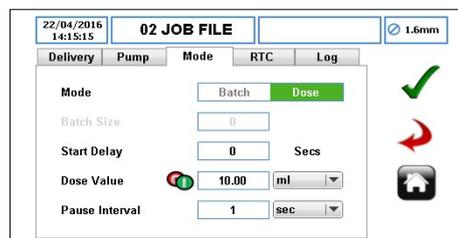

Figure 77 Dose mémoire
- Appuyez sur « ✓ » ; la valeur de dose mémoire s'affichera alors dans la case de valeur de dose, comme indiqué à la *figure 77*.